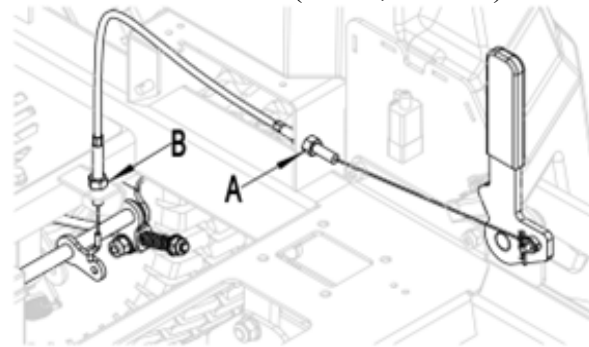

Рис. 25
7.7.2 Найдите гайки (А и В, Рис. 25).